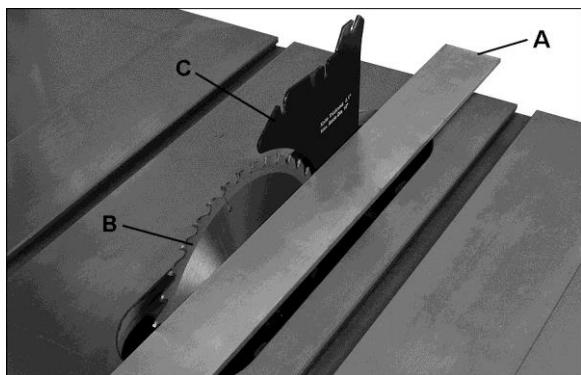

Рис. 20
- Поместите линейку (см. рис. 20) на столе, так что бы край упирался в пильный диск (B, рис 20) и расклинивающий нож (C, рис. 20). Поверните пильный диск так, чтобы верхняя часть зуба пильного диска касалась линейки. Пильный